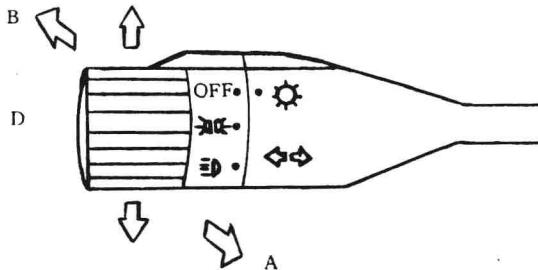

图 1-4 转向变光开关
③转向灯开关。如图 1-4 所示，转向灯开关手柄在水平方向的“D”位置时，左、右转向